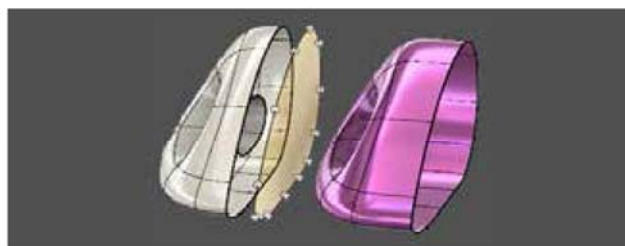

图 2-117
(16) 匹配：将 T 样条实体的边与曲面或实体的边或者与草图曲线对齐。选择要修改的边，然后选择目标边或草图曲线，如图 2-117 所示。